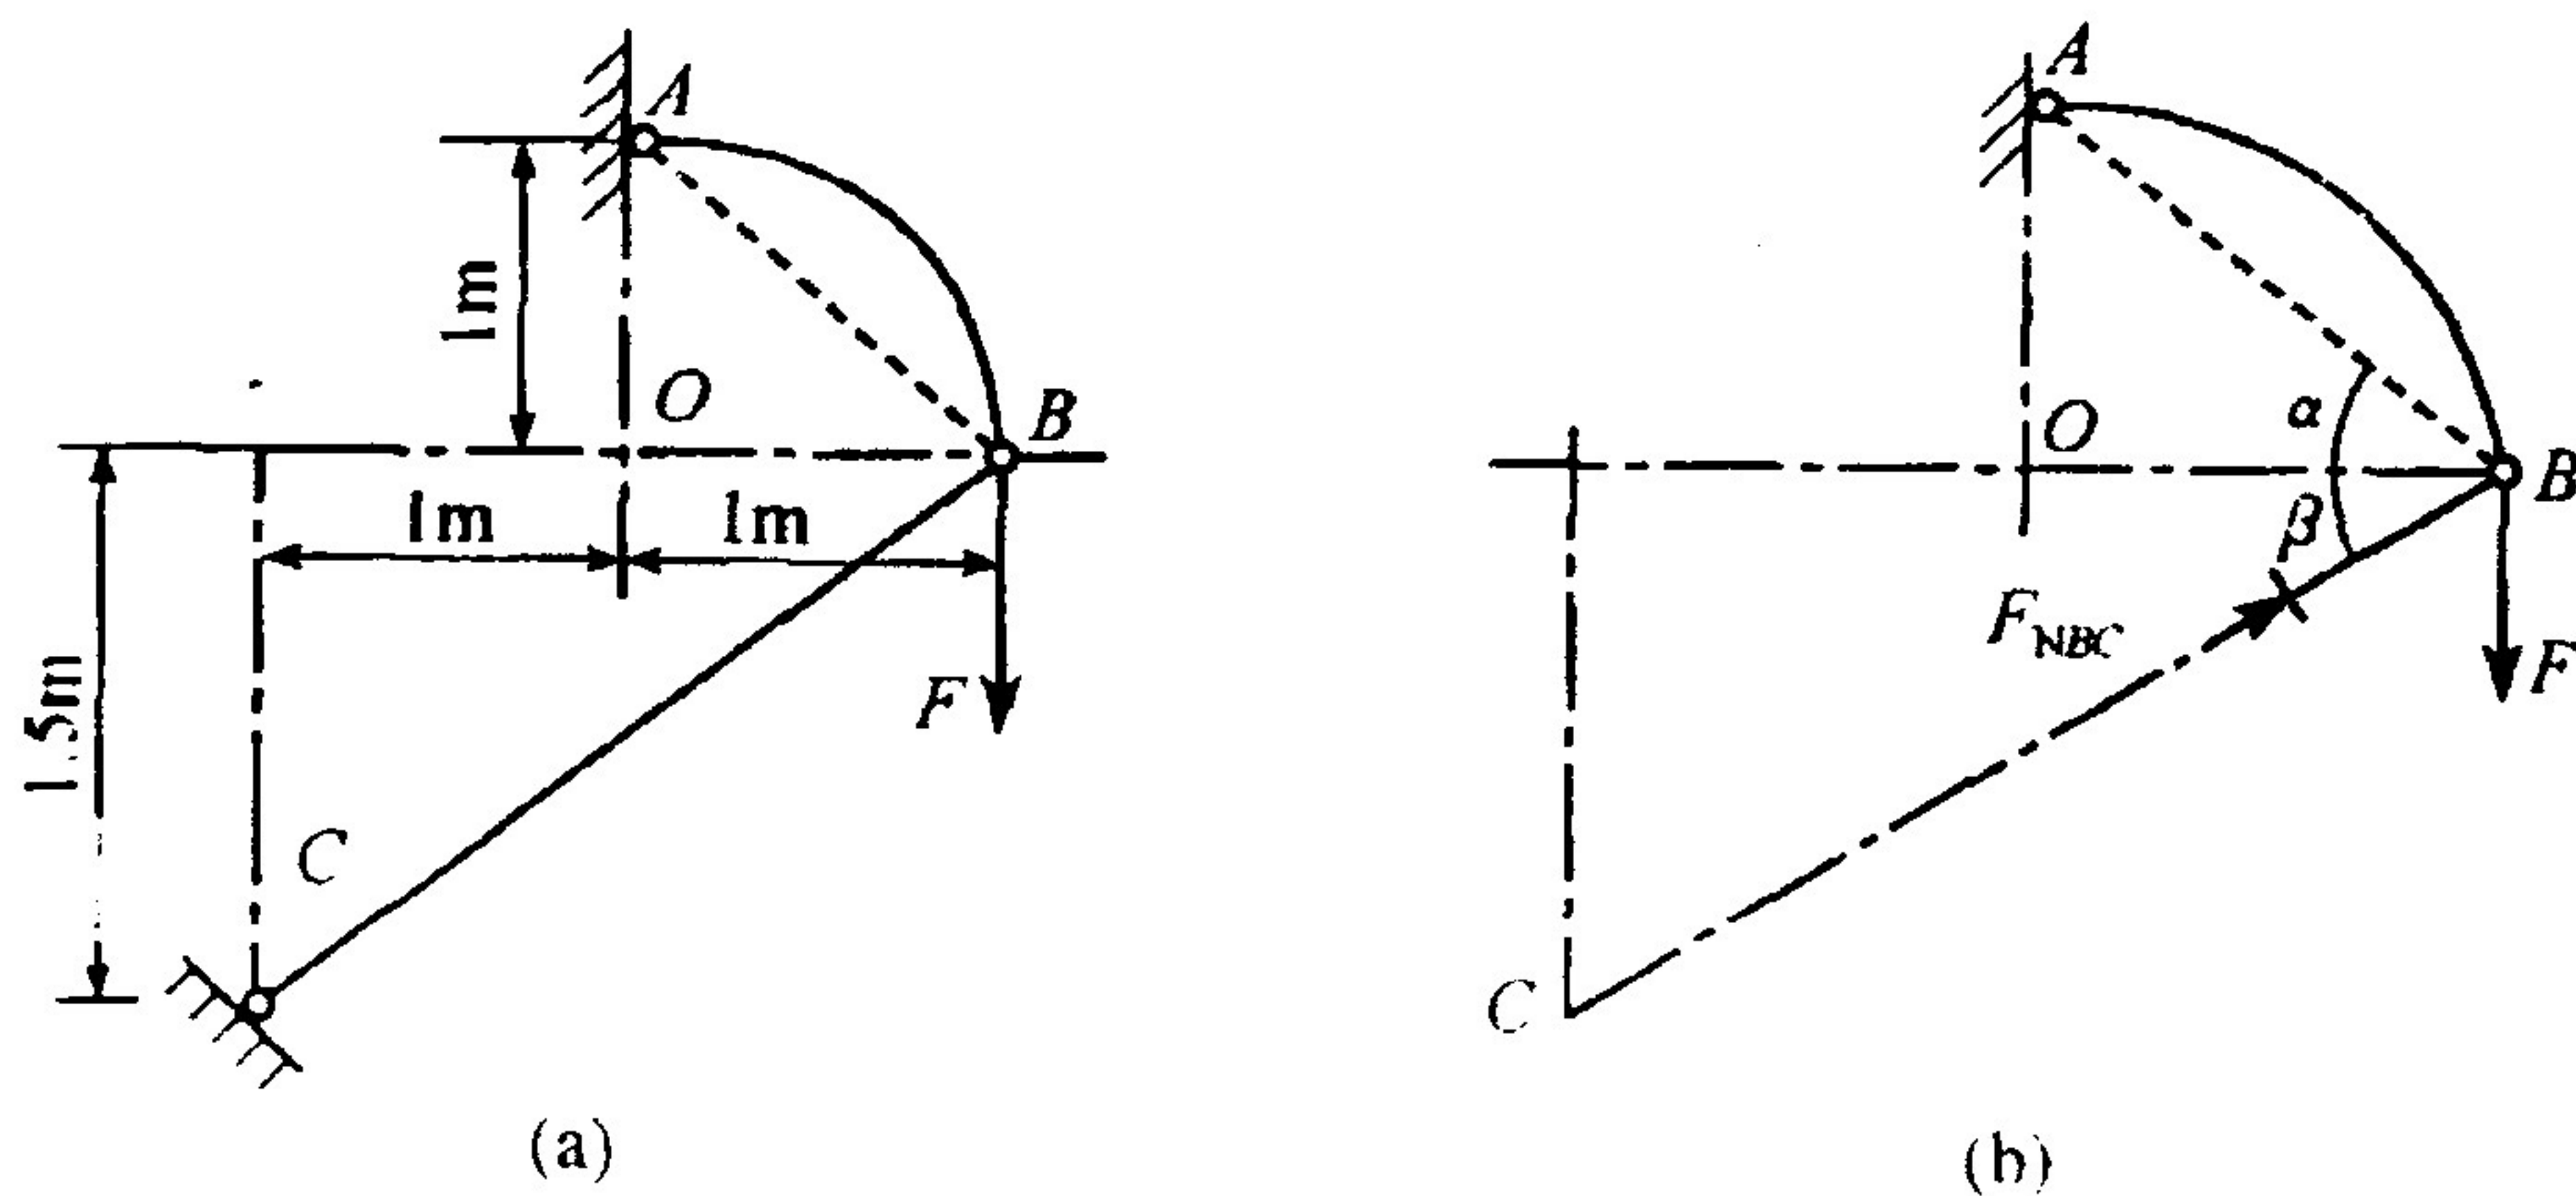

图 7.11
② 正方形(及至各种正  $n$  边形)对形心任一坐标轴均为形心主惯性轴, 且  $I_y = I_z = I_{y'} = I_{z'}$  (设  $y, z$  为对称轴,  $y', z'$  为过形心任意坐标轴), 对此则  $I_y = I_z = \frac{a^4}{12}$ , 使计算量大大减少。
3. 如图 7.11 所示, 圆弧曲杆 BA (半径为 1m) 与直杆 BC 组成一托架, A、B、C 均为铰接, BC 杆为 40mm × 80mm 的木柱, 稳定安全因数  $n_{st} = 3$ ,  $E_w = 11\text{GPa}$ 。试由 BC 杆确定托架的最大载荷(设  $\lambda_{pw} = 120$ )。